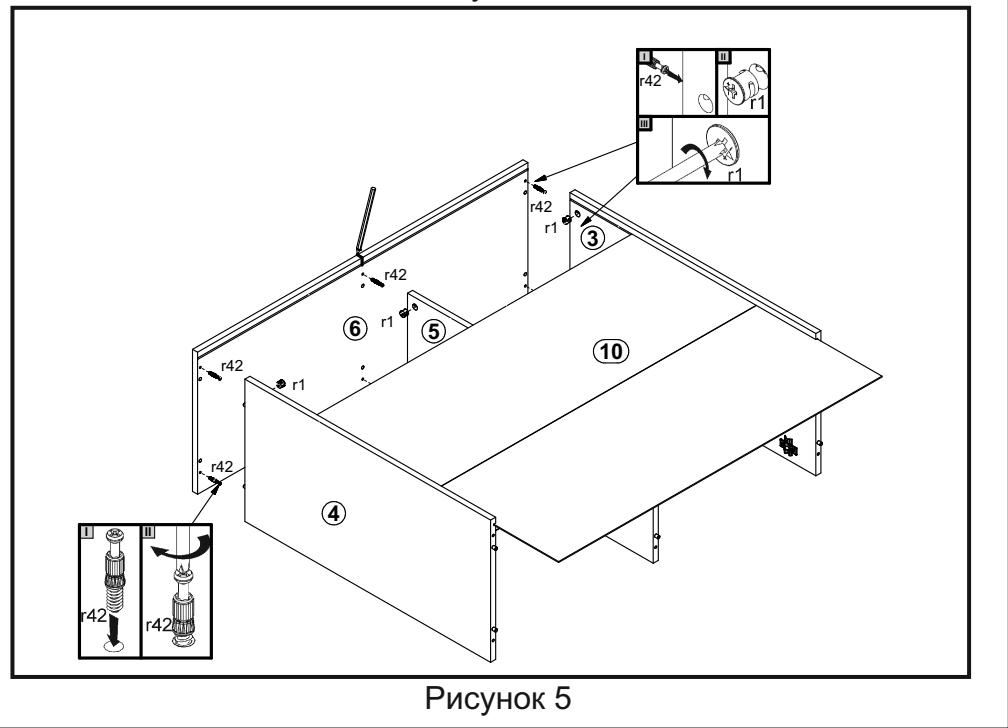

Рисунок 5
4.8. Присоединить щит 6 к стенкам 3,4,5 с помощью штанг f1, затянуть стяжки эксцентриковые r1, пользуясь отверткой, вставить стенку заднюю 10 в пазы в деталях 3, 4, 6 (см. рис. 5).